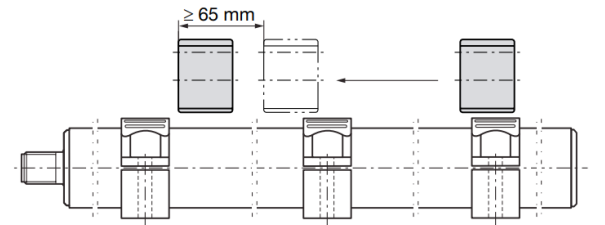

图 5-3： 使用多个位置指示器时的最小距离
- 使用多个位置指示器时，必须遵守每两个之间的最小距离65 mm（参见图 5-3）。